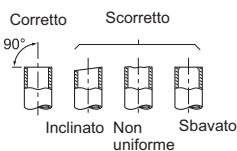

Fig. 2
- Se il tubo di scarico fornito con l'unità interna dovesse risultare troppo corto, collegarlo al tubo di scarico (I) aggiuntivo fornito dal distributore. (Fig. 2)
- Estrarre il tubo di scarico sul lato posteriore sinistro dell'unità interna. (Fig. 2)